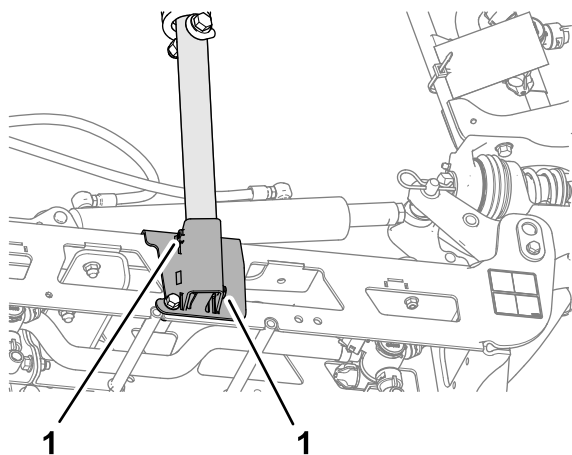

Figura 116
3. Afloje los 2 tornillos de fijación que sujetan el tubo inferior del soporte (Figura 116).